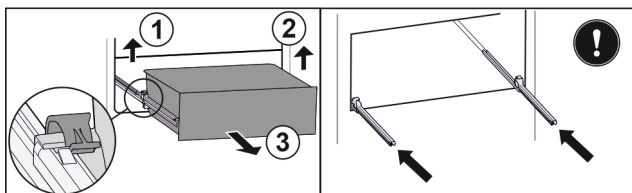

Fig. 166
- ▶ Zvedněte levou svorku a současně vytáhněte zásuvku vlevo dopředu. Fig. 166 (1)
- ▶ Zvedněte pravou svorku a současně vytáhněte zásuvku vpravo dopředu. Fig. 166 (2)
- ▶ Vyjměte zásuvku dopředu. Fig. 166 (3)